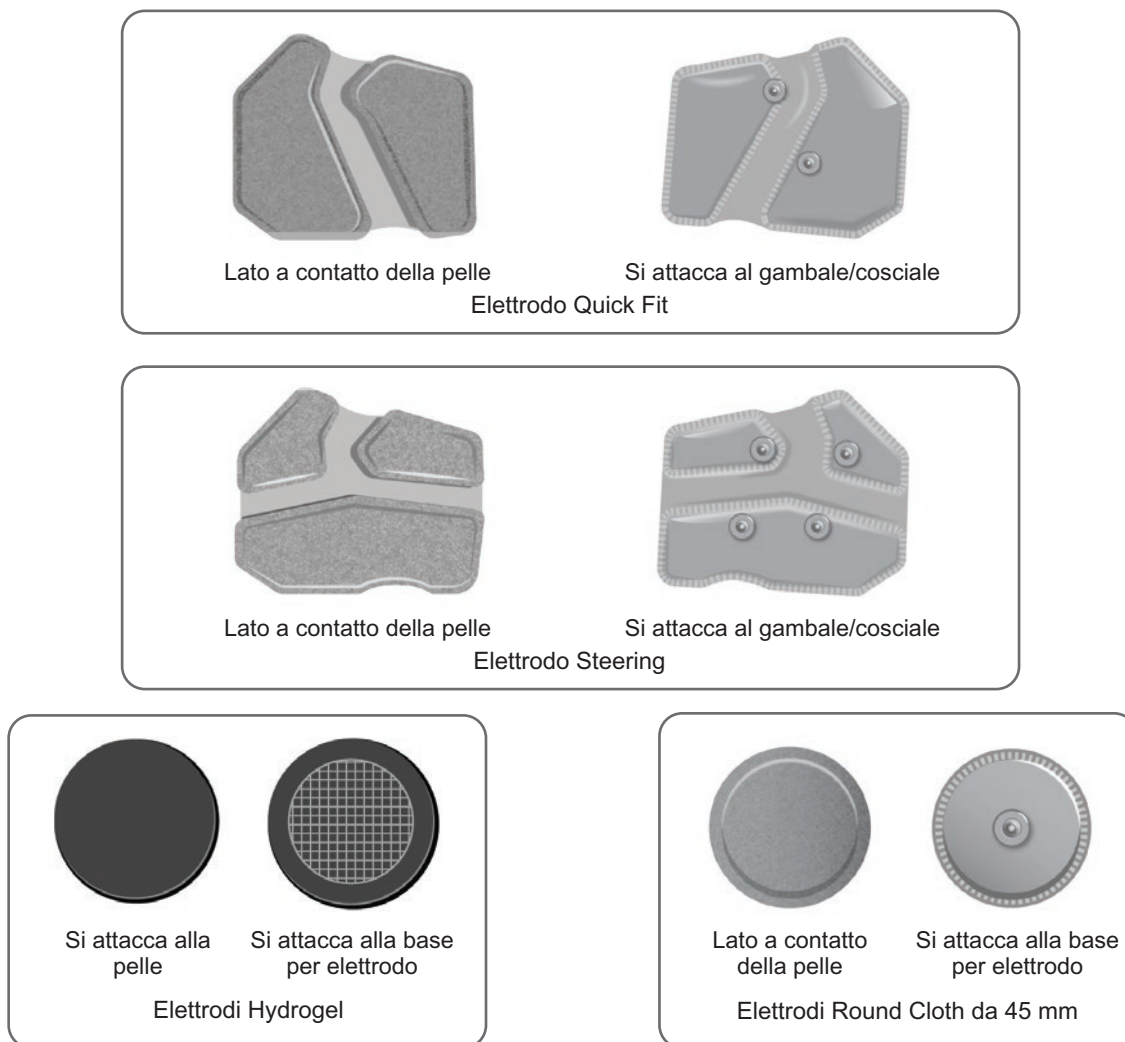

Figura 6-8: Elettrodi utilizzabili con il gambale per la parte inferiore della gamba
**Con il gambale per la parte inferiore della gamba si possono usare i seguenti elettrodi: (Figura 6-8).**